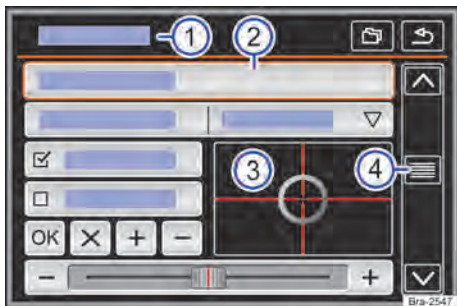

Fig. 110 Representação esquemática: vista geral das possíveis superfícies de função no display.
As superfícies de função iniciam funções ou abrem outros submenus. Em submenus é indicado, na linha do título, o menu atualmente selecionado → Fig. 110 (1).